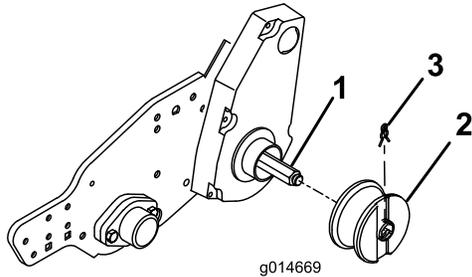

Figure 10
- Insérez une roue sur chaque arbre et fixez-la avec un clip (Figure 10).